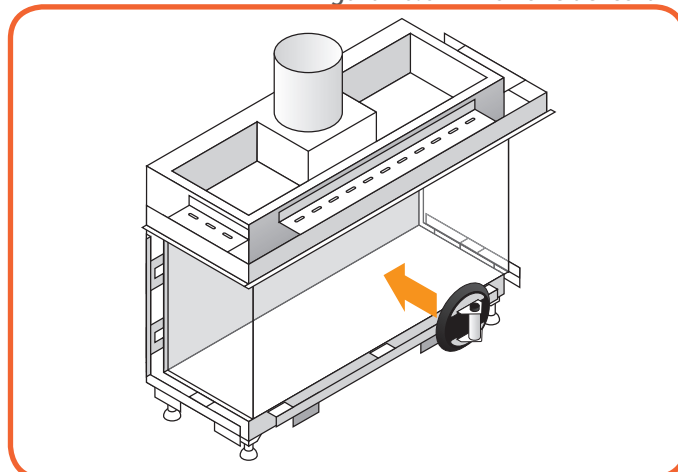

Figura 10.7 - Applicazione della ventosa
- Applicare la ventosa sul vetro e assicurarsi che sia abbastanza sottovuoto da non staccarsi (*Figura 10.7*).